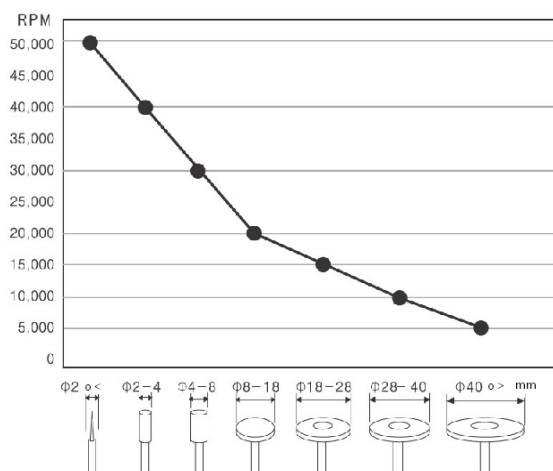

Fig. 2
- Observe siempre el grado de velocidad máxima recomendado por el fabricante al usar cualquier accesorio (Fig. 2).